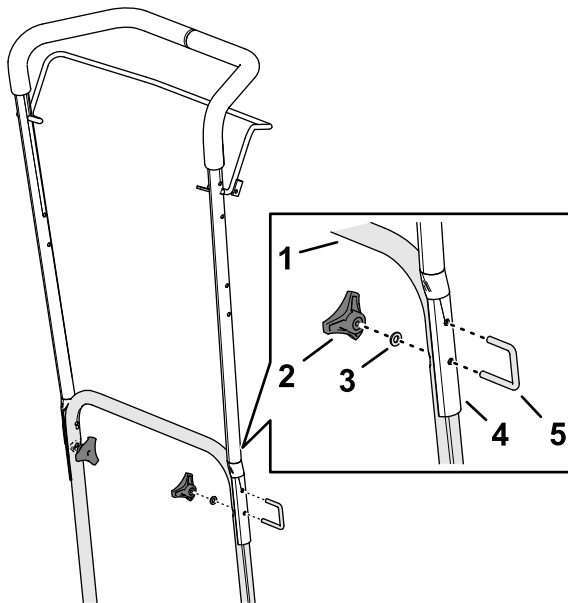

Bild 8
1. Fluchten Sie die Löcher im oberen Holm mit den Löchern im unteren Holm aus (Bild 8).